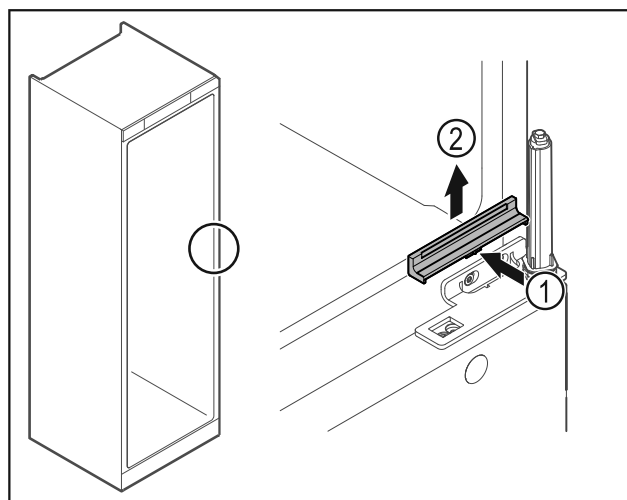

Fig. 25
- Tryk afdækningen Fig. 25 (1) let ind i midten, og tag den af op efter Fig. 25 (2).